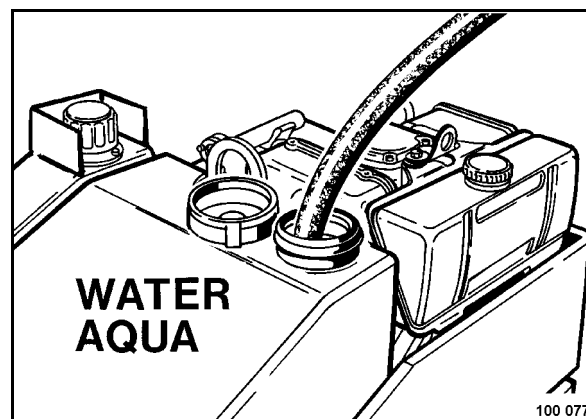

Fig. 58
- Abrir la tapa (Fig. 58) cargar agua y volver a cerrar la tapa.